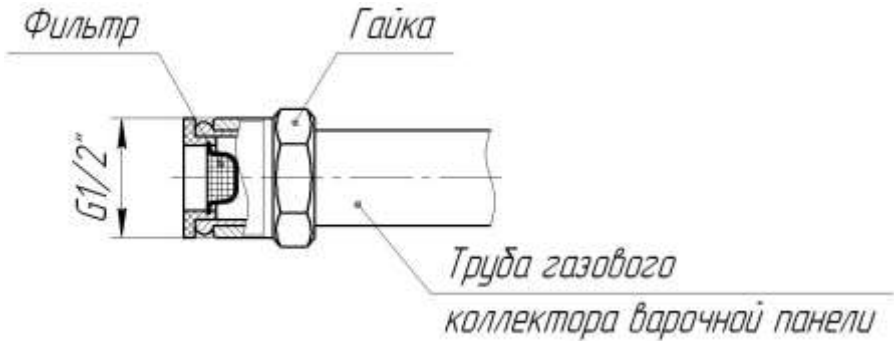

Рис. 4. Конструкция газопровода варочной панели
4) На варочной панели предусмотрен подвод газа, что позволяет присоединять её к магистральному газопроводу. На выходе газового коллектора варочной панели расположена гайка с наружной цилиндрической резьбой G1/2", предназначенная для подключения прибора к сетевому газопроводу (см. Рис. 4). Для подключения газа к варочной панели, необходимо установить фильтр (входит в комплект).